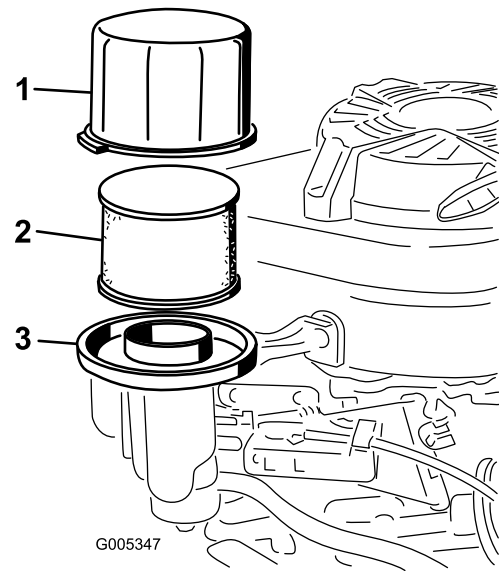

Figura 24
3. Retire la tapa y límpiela a fondo (Figura 24).
4. Retire el prefiltro de gomaespuma y el filtro de aire de papel de la base del filtro de aire (Figura 24).